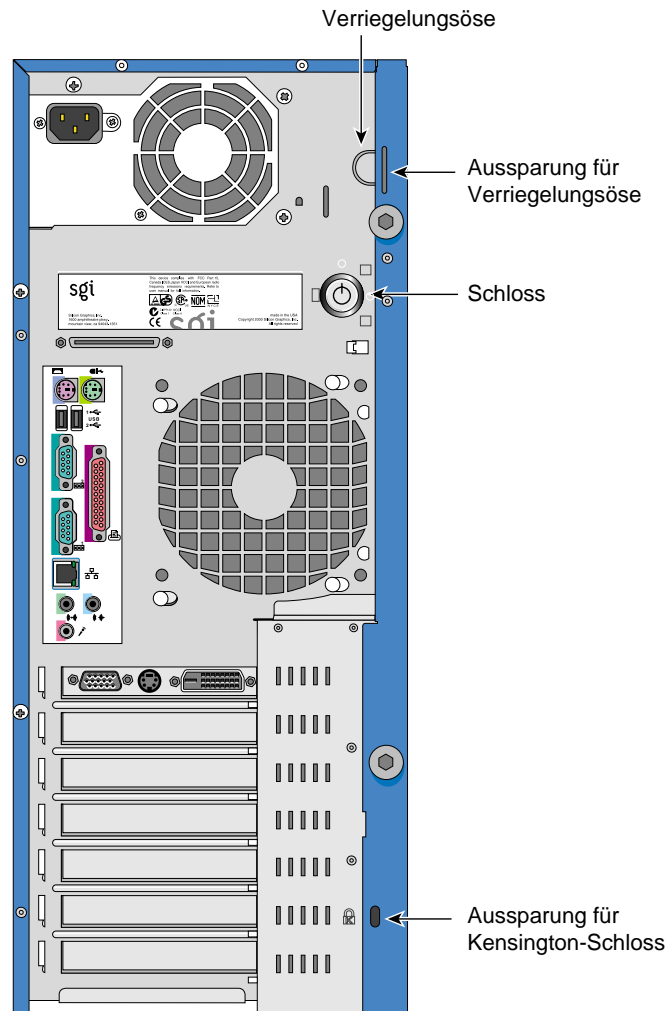

Abbildung 2-34 Lage der Verriegelungsöse
2. An der Rückseite des Gehäuses befindet sich die Verriegelungsöse. Die Lage der Verriegelungsöse geht aus Abbildung 2-34 hervor.
4. An der Rückseite des Gehäuses befindet sich eine nach hinten weisende Aussparung. Die Lage der Aussparung geht aus Abbildung 2-34 hervor.